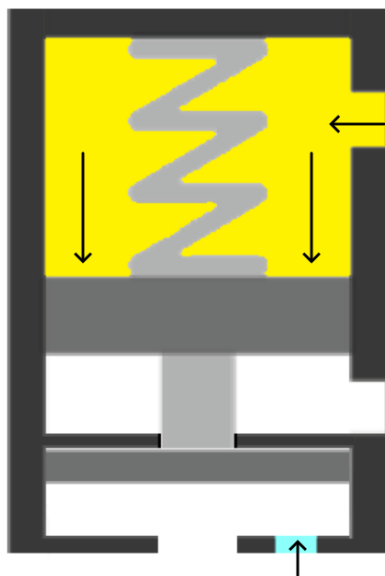

Figura 04 – Fase a riposo doppio effetto
Nel caso di doppio effetto, la modalità di lavoro è simile a quella di semplice effetto, solo che, oltre ad esserci la molla a tenere chiusa la valvola, è presente una pressione pneumatica dall'ingresso di chiusura della valvola (Figura 04). Questo serve nel caso in cui si debba lavorare con pressioni fluidiche superiori a quella esercitata dalla molla.
- Il fluido è in pressione nell'ingresso fluidico e appoggiato alla membrana; nel caso di singolo effetto, con solo la molla che spinge per chiudere l'uscita del fluido (Figura 03), nel caso di doppio effetto, con anche la pressione pneumatica (Figura 04);